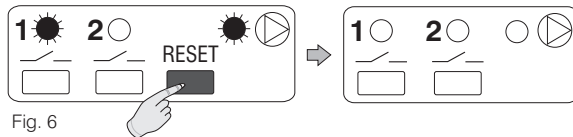

Fig. 6
- Presionar brevemente la **tecla "RESET"**; al soltarla el forzamiento temporal queda anulado (fig.6).